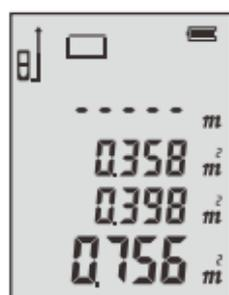

图3
- 再次轻按 \blacktriangle READ 键得到两次面积求和的结果（如图3）。